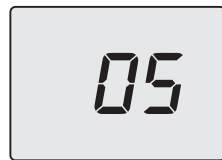

Figura 5.42
- Scorrere i vari parametri utilizzando i tasti 12 (indietro) o 14 (avanti) fino a far apparire sul display LCD le lettere **P06** che si alternano con il valore del parametro (Figura 5.42).